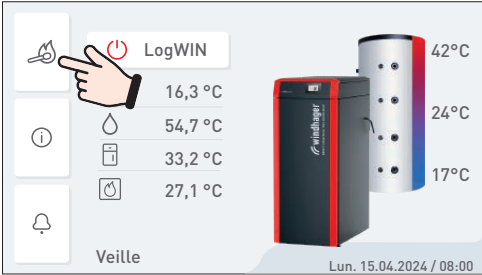
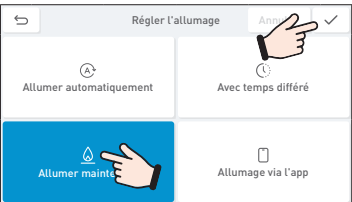

Fig. 25
Fig. 26
Affichage sur l'InfoWIN Touch  – Fig. 25.
- Appuyer sur la touche **Allumage**  (Fig. 25), les options « Allumer automatiquement », « Allumer maintenant », « Avec temps différé » et « Allumage via l'app » s'affichent alors à l'écran – Fig. 26.